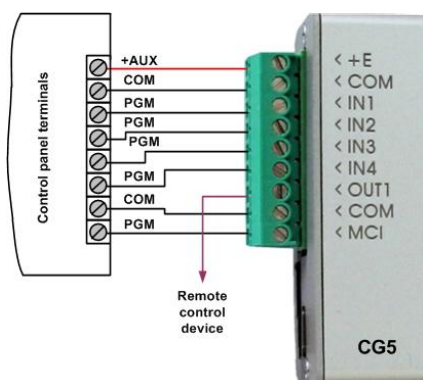

Рис. 1. Общая схема подключения к охранной централи, если установлен режим постоянного контроля состояния входов (24 h)
- а) **Режим постоянного контроля входов (24 h)**. При изменении охранной централью состояния PGM выхода нарушается входная цепь модуля. Модуль CG5 немедленно формирует и высылает SMS сообщение на мобильный телефон. При восстановлении начального состояния входа модуль немедленно формирует и высылает SMS сообщение о восстановлении состояния. Общая схема подключения приведена на *Рис. 1*.